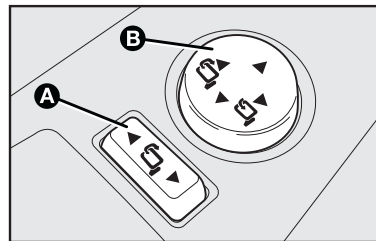

fig. 20
### Dobramento elétrico do retrovisor externo - fig. 20
- Posicione o seletor **A-fig. 20** na posição neutra;